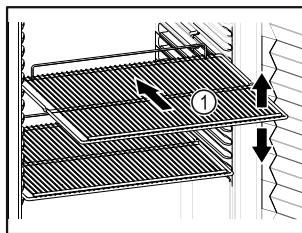

Fig. 78 Représentation à titre d'exemple
- Lorsque les grilles de support Fig. 78 (1) peuvent être déplacées, changez leur position en fonction de la hauteur des aliments.